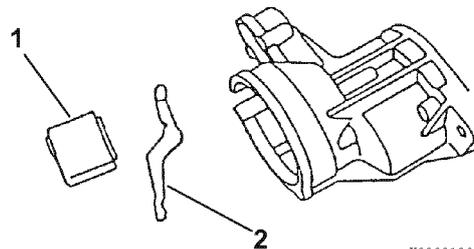

Figure 11-8
8. Démontez le pare-poussière (3, Figure 11-8) et déplacez le levier (4, Figure 11-8) du carter d'engrenage.